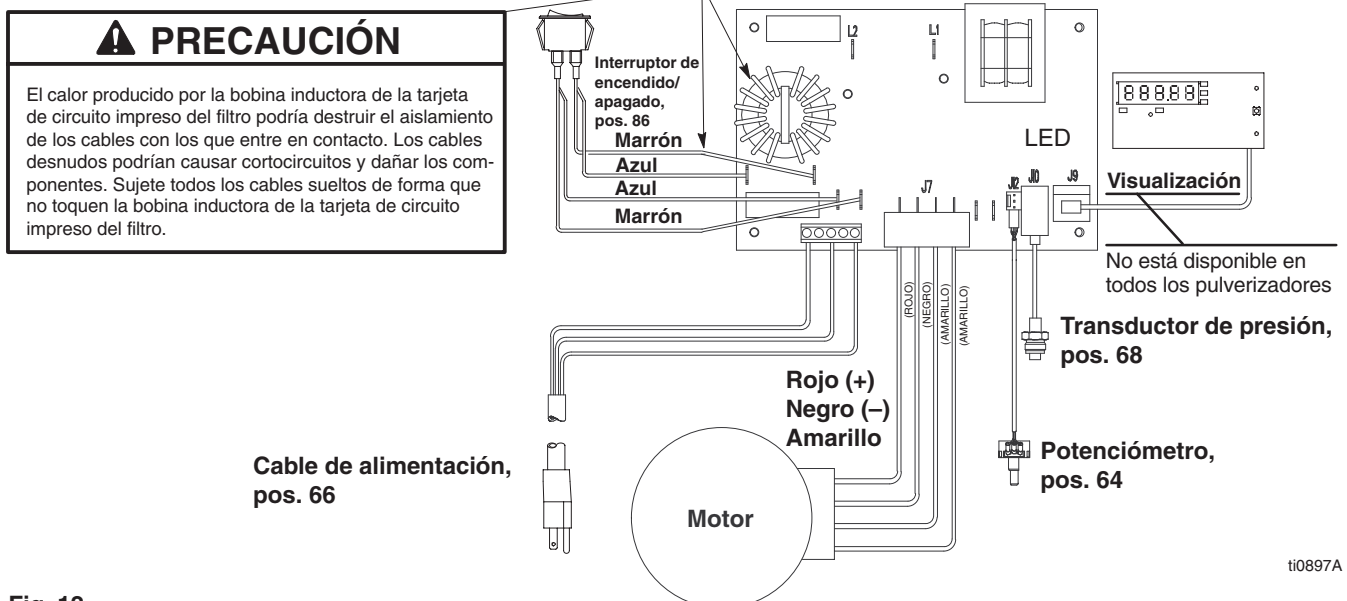

Fig. 12
2. Fig. 12. Retire los cuatro tornillos (60) y la tapa del dispositivo de control de presión (49). Desenchufe el conector de la pantalla de visualización (B).
3. Saque los dos tornillos (108) y el panel de control (67).
4. Desconecte los cuatro cables (A) del interruptor de ENCENDIDO/APAGADO (86).
5. Apriete las lengüetas interiores del interruptor ENCENDIDO/APAGADO (86) y retírelo del panel de control (67).